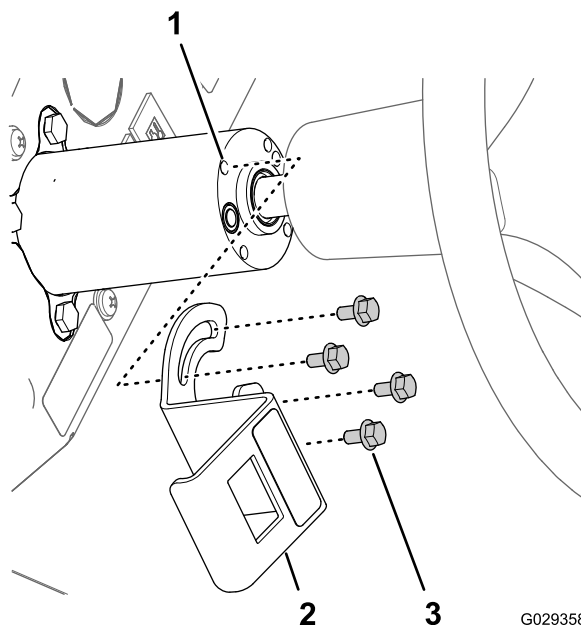

Figura 25
- Allineate le scanalature delle staffe di montaggio dell'interruttore di COMANDO DELLA SCHIUMA ai 4 inserti filettati sul piantone dello sterzo (Figura 25).
- Allineate il connettore a 8 prese attraverso l'apertura della staffa e collegate il connettore ai pin (Figura 25) sul retro dell'interruttore a palette a 3 posizioni (interruttore del COMANDO DELLA SCHIUMA).